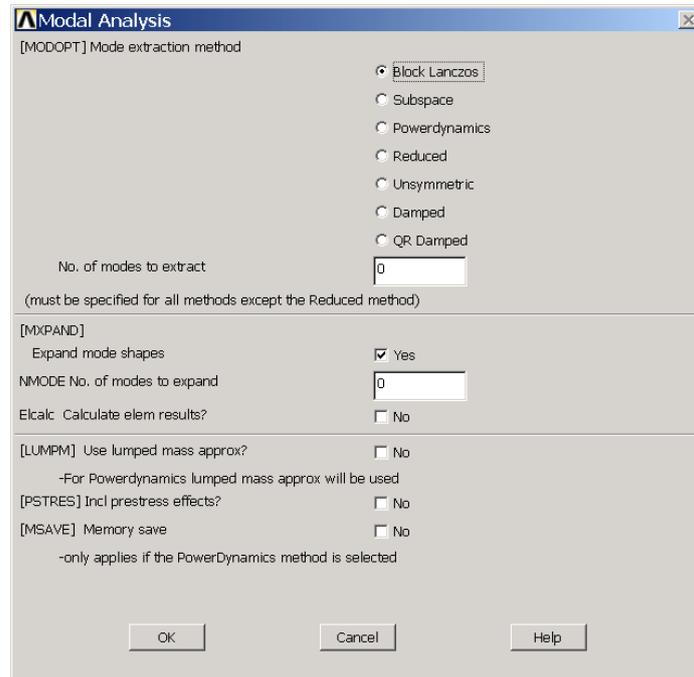

图10.2 选择模态提取选项
(1) 单击 Main Menu>Solution>Analysis Type>Analysis Options 菜单，弹出如图 10.2 所示的【Modal Analysis】对话框。